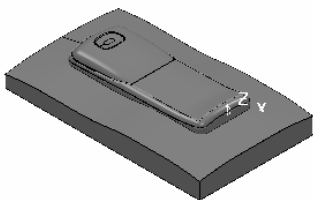

图 2-219 打开范例文件
(1) 选择下拉菜单“文件”→“全部删除”命令，在弹出的“PowerMILL 询问”对话框中单击“是”按钮，删除所有文件。然后选择下拉菜单“工具”→“重设表格”命令，将所有表格重新设置为系统默认状态。
(2) 选择下拉菜单中的“文件”→“打开项目”命令，弹出“打开范例”对话框，选择“随书光盘:\第2章\exercise19\uncompleted”文件，如图 2-219 所示。